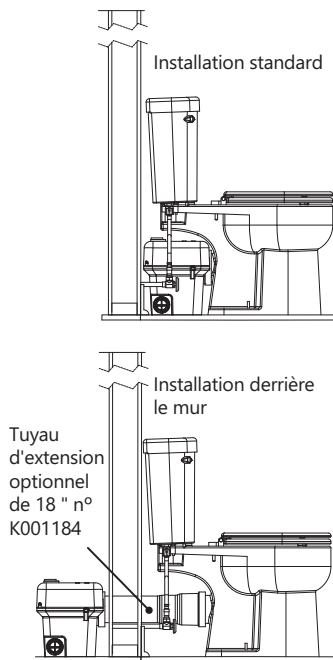

Figure 4. Options de placement
1. Placer la pompe déchiqueteuse à l'endroit désiré et raccorder toutes les conduites d'eaux usées aux entrées et sorties de l'appareil. Le côté du réservoir qui n'est raccordé à aucune arrivée d'eau doit être appuyé contre le mur, afin de s'assurer de bien placer la toilette. Faire référence à Figure 4 et Figure 5.